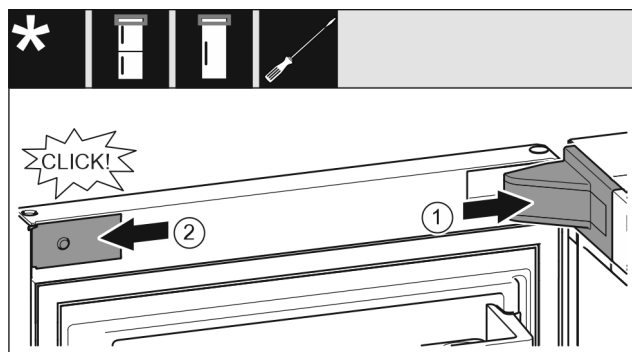

Fig. 24
- ▶ Namestite pokrov ležajnega podstavka Fig. 24 (1) in ga zaskočite, po potrebi ga previdno potisnite narazen.
- ▶ Namestite zaslonko Fig. 24 (2) in jo zataknite.